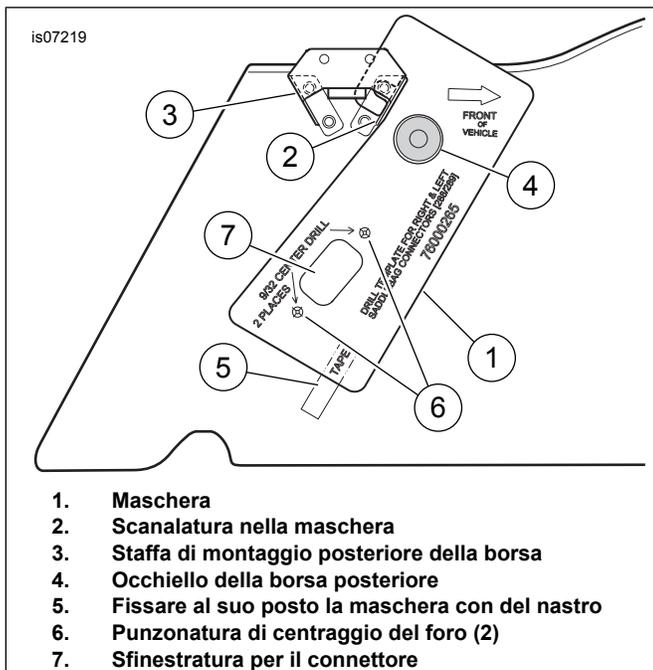

Figura 2. Foratura della borsa per il connettore di montaggio a pannello a 12 vie
2. Vedere Figura 2. Agganciare la scanalatura (2) nella maschera (1) sulla staffa di montaggio posteriore della borsa (3). Allineare il foro nella maschera sull'occhiello posteriore (4). Fissare al suo posto la maschera con del nastro (5) come mostrato.
3. Contrassegnare le posizioni dei due fori (6) con un punzone per centri. Tracciare il contorno della sfinestratura per il connettore (7) sulla parete interna della borsa. Rimuovere la maschera.